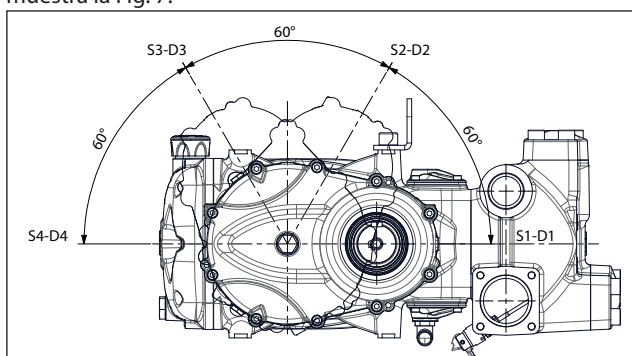

Fig. 7
~ 8,5 litros para las versiones con reductor en las pos. ① y ④ (Fig. 7). Esta cantidad será ligeramente inferior en las pos. ② y ③.
El reductor se puede colocar en 4 posiciones distintas como muestra la Fig. 7.